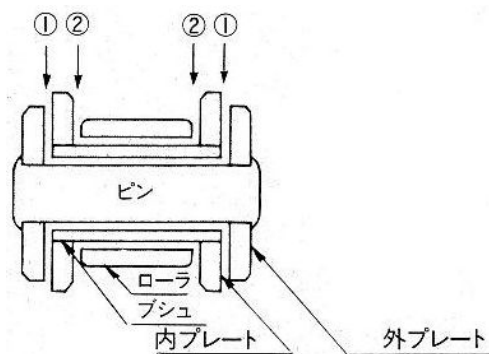

図 8-17
- ・ 潤滑油の給油は、外プレートと内プレートの間①とローラと内プレートの間②に潤滑油が入るように給油してください。(図 8-17)